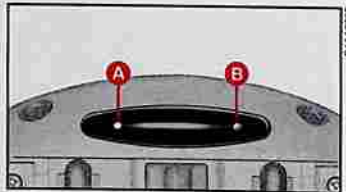

fig. 6
1) Maintenir la pression sur le bouton **A**-fig. 6 à l'aide d'un objet pointu (par exemple, un stylo à bille). La diode verte **B** clignote.